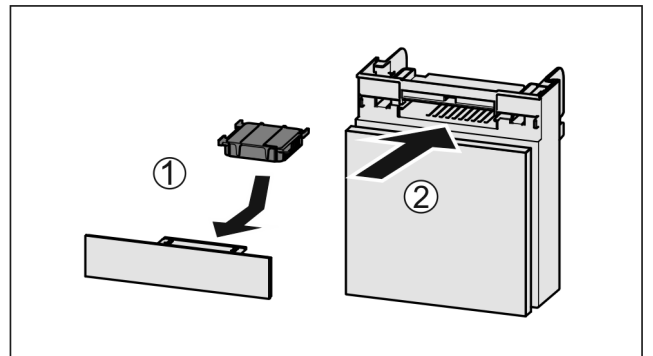

Fig. 146
- ▶ Actiefkoolfilter overeenkomstig afbeelding aanbrengen Fig. 146 (1).
- ▶ Lade erin schuiven Fig. 146 (2).